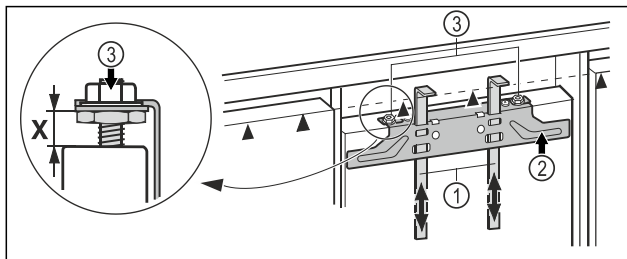

Fig. 44
- ▶ Підніміть засоби для монтажу Fig. 44 (1) на висоту меблевих дверцят. Нижній упорний край▲засобу для монтажу = верхній край монтованих меблевих дверцят.
- ▶ Відкрутіть траверсу кріплення Fig. 44 (2) за допомогою контргайок Fig. 44 (3).